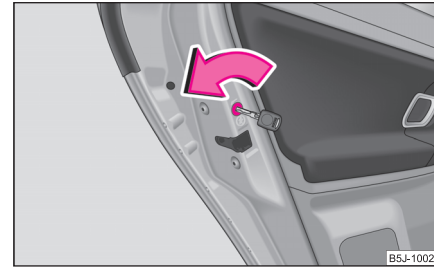

Abb. 20 Kindersicherung an den hinteren Türen
- Drehen Sie mit dem Fahrzeugschlüssel den Schlitz an der hinteren Tür in Pfeilrichtung ⇒ Abb. 20.